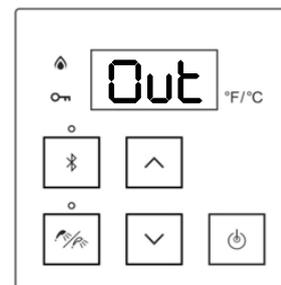

Figure 57
- 5(B). **Si le chauffe-eau sans réservoir est installé à l'extérieur avec le chapeau d'évacuation extérieur Versa-Vent™ de Rinnai** : Appuyer sur la touche fléchée vers le haut ou vers le bas. Le contrôleur affiche « **Out** » (à l'extérieur) (figure 57).